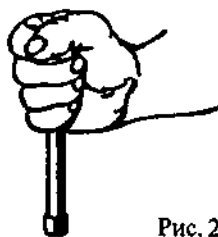

Рис. 2
2. Болты „наживить“ (см. рис. 2). Затянуть равномерно болты торцевым ключом без воротка, затем плоским или накидным ключом слегка их подтянуть.